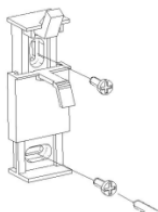

Fig. 4
- Faça os furos na parede e coloque os parafusos de montagem incluídos no kit de fixação. (Fig. 4 y 5).